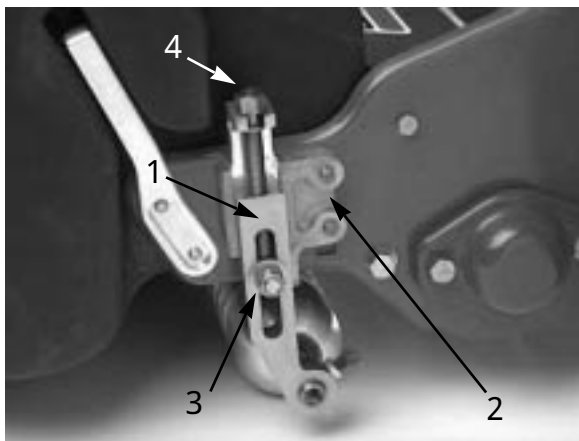

図14
2. 刈り高アームをブラケットに固定しているロックナットをゆるめる (図14)